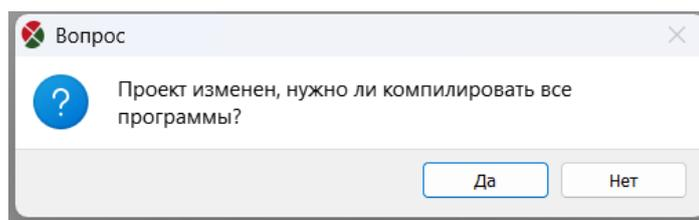

Рисунок 2.9 Окно предупреждения
**[Скомпилировать программу]:** Компиляция текущей программы. Если программа была изменена, программное обеспечение для программирования выведет диалоговое окно сохранения при компиляции (рисунок 2.9). Затем программа автоматически проверит ошибки в программе. Если есть ошибки, компиляция завершится неудачей, а места, типы и количество ошибок будут показаны в окне «Компиляция», как показано на рисунке 2.10.